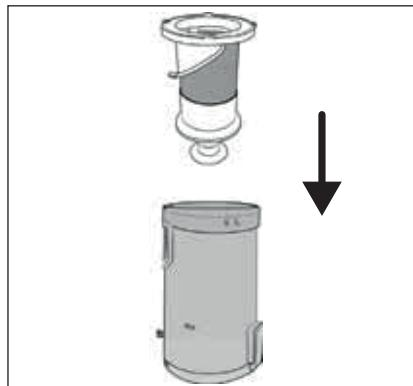

Fig. 23
- Durante la limpieza del filtro de acero inoxidable ⑥, asegúrese de no perder el conector de goma del orificio inferior.
- 6) Inserte el filtro de acero inoxidable ⑥ en el depósito de polvo ⑦ y presíónelo hasta el fondo (consulte la fig. 23). Para ello, observe los encastres de diferente tamaño del filtro de acero inoxidable ⑥. El filtro de acero inoxidable ⑥ solo puede insertarse en una posición en el depósito de polvo ⑦ según estos encastres.